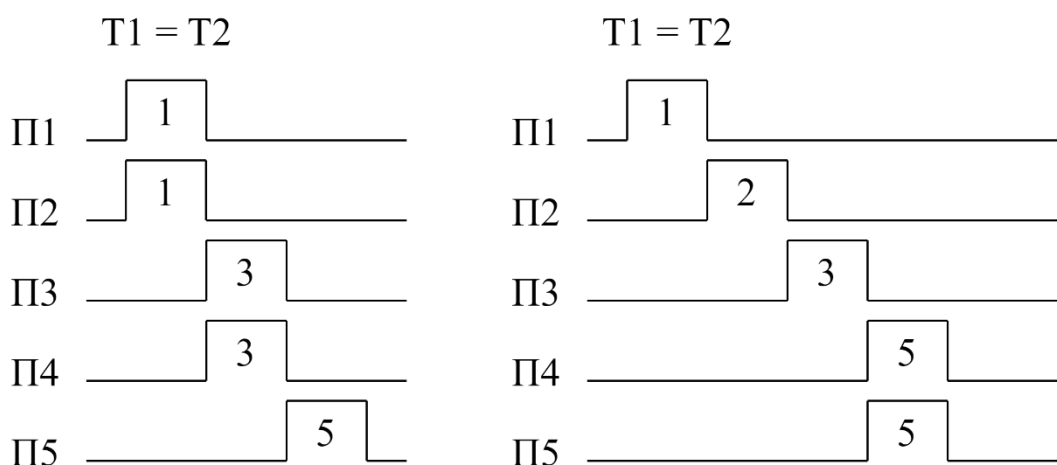

Рис. 25
- 4) Если какой-то номер группы пуска в опции "Очередность запуска" не используется, то при пуске эта группа пропускается (рис. 25).